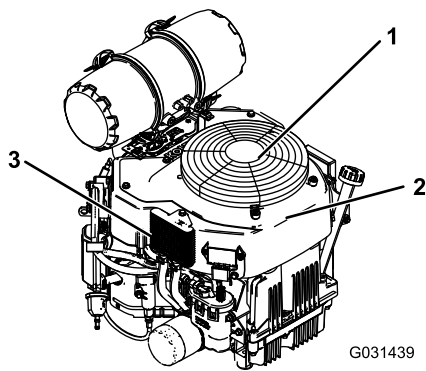

Figure 63
3. Enlevez la grille d'entrée d'air et le carter du ventilateur (Figure 63).
5. Reposez la grille d'entrée d'air et le carter du ventilateur (Figure 63).